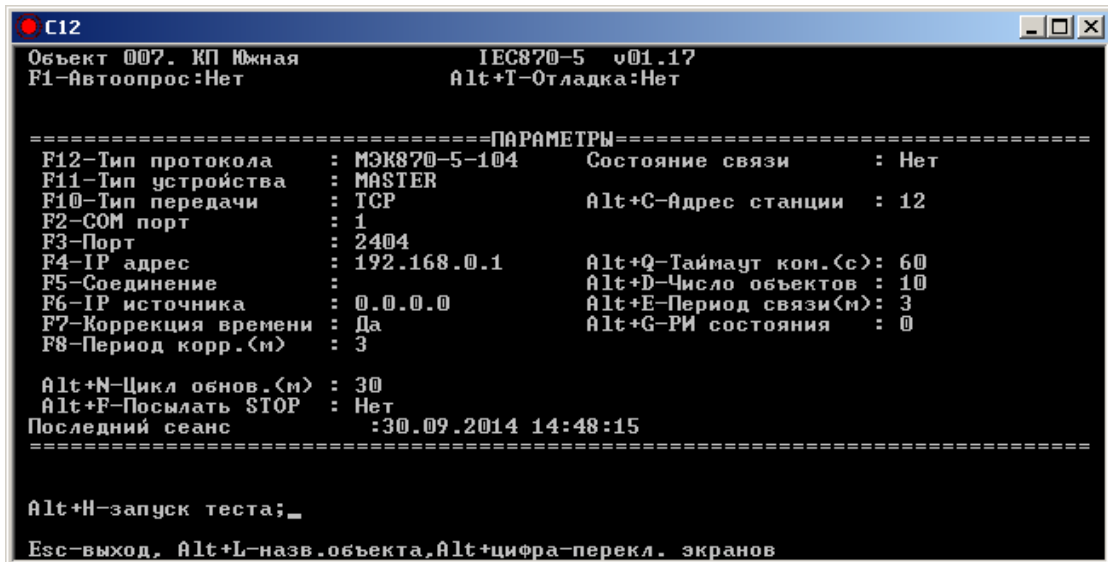

Рис. 8.3. Настройка параметров для устройства MASTER
6. Настройки параметров и объектов для устройства MASTER показаны на рис. 8.3 и 8.4 соответственно. Они практически не отличаются от настроек для устройства SLAVE;